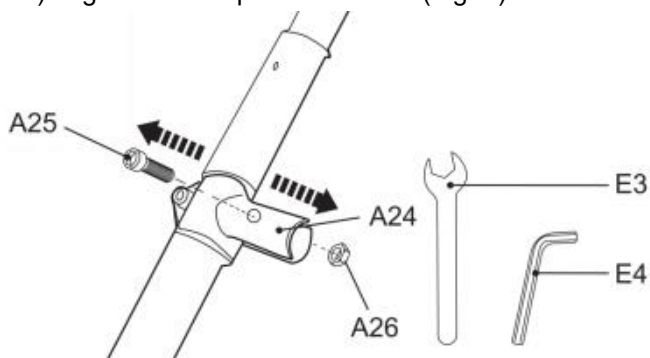

Fig. 1
1. Retirez le boulon (A25) et l'écrou (A26) pré-assemblés du support de poignée (A24) et gardez-les à portée de main (Fig. 1).